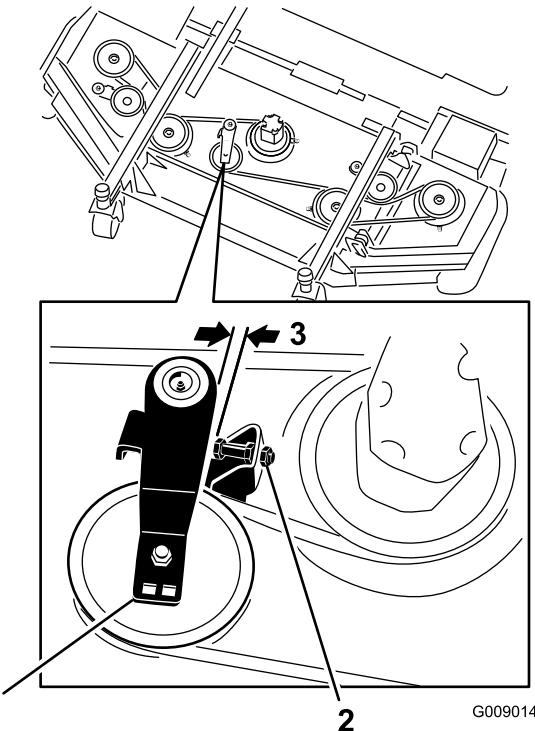

Figura 93
3. En la carcasa delantera central, afloje las contratuerca del tornillo de tope de la polea tensora y enrosque el tornillo de tope en el soporte (Figura 93).
4. Con una llave de carraca u otra herramienta similar, aleje la polea tensora de cada carcasa lateral de la correa de transmisión para aliviar la tensión de la correa y poderla retirar de la polea de la carcasa lateral (Figura 93).